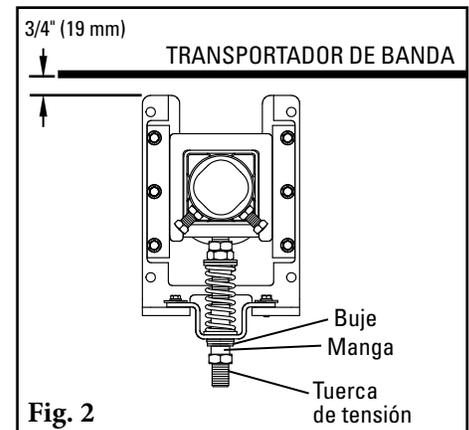

Fig. 2
- 5. Reemplace la manga.** Coloque la manga sobre la barra de ajuste y gírela hasta que llegue a la mitad del buje. Reemplace la tuerca de tensión inferior y apriete hasta que bloquee la manga en su lugar (Fig. 2).
2. **Desensamble la bolsa de aire y la placa de montaje superior.** Quite y reserve la tuerca del buje. Quite y deseche la placa de montaje superior. Quite (desatornille) y reserve la bolsa de aire, el accesorio roscado y placa de soporte (Fig. 2). **Opcional:** quite los bujes guía. No afecta el tensor si los deja en su lugar.